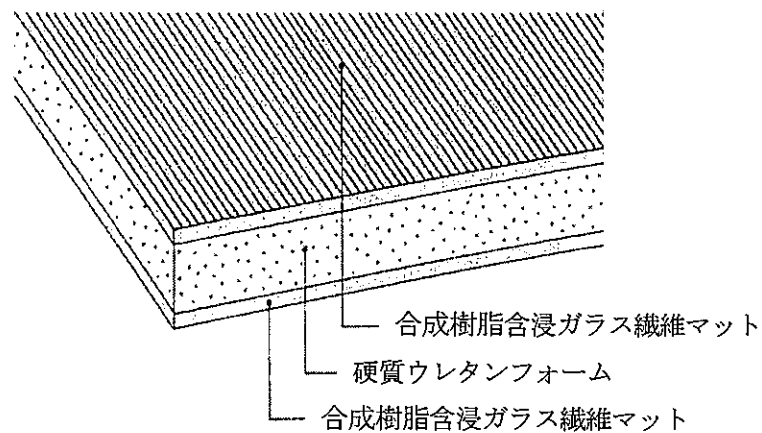

図3 硬質ウレタンフォーム保温板の断面構成
断熱材	<p>以下の硬質ウレタンフォーム保温板を2枚以下の重ね張り</p> <p>硬質ウレタンフォーム保温板： 厚さ 20.0 (-2.0) ~100.0 (+2.0) mm 質量 1000 (-100) ~4400 (+100) g/m² (1層当り) 合成樹脂含浸ガラス繊維マット：厚さ 0.3mm、質量 95 (±10) g/m² (片面当り) ガラス繊維マット：質量 45 (±5) g/m² (アクリル系バインダー15質量%含む) 変性エチレン系樹脂：質量 50 (±5) g/m²</p> <p>硬質ウレタンフォーム： 厚さ 20.0 (-1.0) ~100.0 (+1.0) mm、密度 40 (±5) kg/m³ ポリオール：イソシアネート=40 (±5) :60 (±5) 発泡剤：炭化水素系発泡剤 酸素指数 21.3 以上</p> <p>・硬質ウレタンフォーム保温板の断面構成を図3に示す。</p> <p>硬質ウレタンフォーム保温板相互及び下面の接着は以下(1)、(2)のいずれか一仕様とする。</p> <p>(1) 改質アスファルト：固形量 500~1500g/m² (1層当り) (2) 防水工事用アスファルト：固形量 500~1500g/m² (1層当り) (引火点 280~350℃ (JIS K 2207 による)) (3) アクリル系接着剤：固形量 100~1000 g/m²、有機質 48 質量%以下 (1層当り)</p>